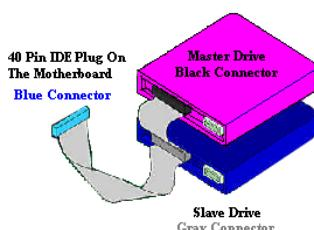

図 2-10. ATA/66 ケーブルの接続方法
- 黒いコネクタをマスターHDD のプラグに差し込みます。次にグレイのコネクタをスレーブドライブ（セカンドリ HDD、CD-ROM、テープドライブなど）のプラグに差し込みます。図 2-10 を参照してください。